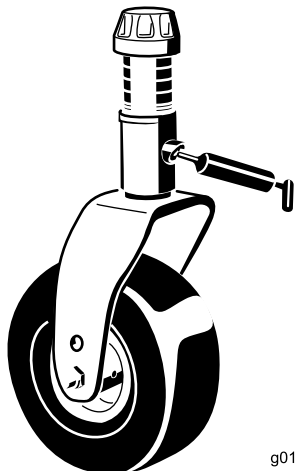

Рисунок 13
- Втулки валов вилок поворотных колес (4 места) (Рисунок 13)